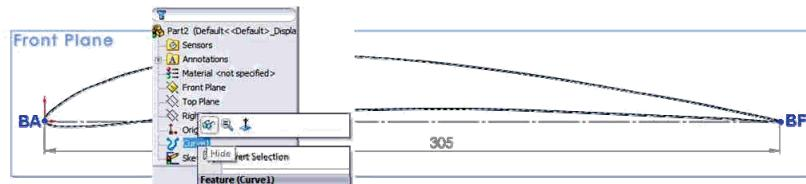

Fig. 16.4
- Se va trasa și dimensionata coarda profilului, printr-o linie orizontală constructivă care unește punctele BA și BF ale profilului, fig. 16.4.
- Se va ascunde curba **Curve1**, prin click dreapta pe numele acesteia în **FeatureManager** și selecție opțiune **Hide**, fig. 16.4.
- The profile chord is drawn and dimensioned, through a horizontal construction line, that unifies the BA and BF profile points, fig. 16.4.
- The **Curve1** entity is hidden, by right clicking the name in **FeatureManager** and selecting the **Hide** option, fig. 16.4.